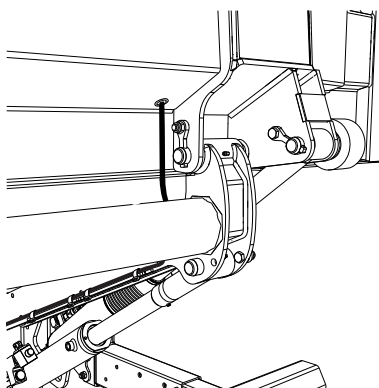
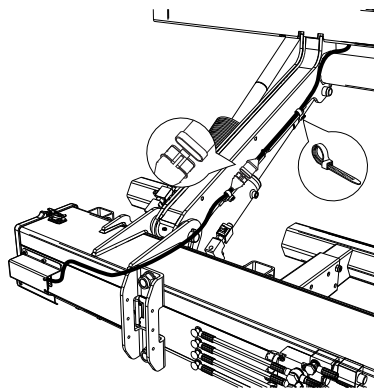
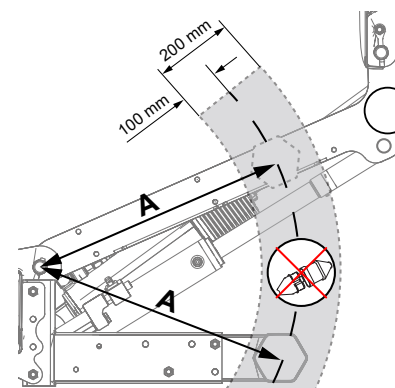

Bild 77. Montering av kablage
Bild 78. Montering av kablage
Bild 79. Placering av snabbkontakt
2. Dra kabeln och montera med buntband enligt Bild 77 och Bild 78. Snabbkontakten måste placeras på så vis att den inte kommer i konflikt med underkörningsskyddet under lyftarmens rörelse. Mät avståndet (A) från centrum av lyftarmens axel till centrum på underkörningsskyddet, se Bild 79.
3. Mät ut samma avstånd (A) på lyftarmen, se Bild 79.
4. Placera sedan snabbkontakten minst 100 mm utanför eller innanför det erhållna måttet (A), se Bild 79. Anslutning sker senare i avsnitt 6.